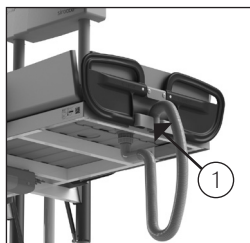

Abbildung 8 Wasserableitung.
Das Wasser aus der Sirocco Basic / Sirocco Deluxe wird über den Abflussschlauch in einen Abfluss geleitet. Nehmen Sie dazu den Schlauch aus der Aussparung (1) und führen Sie ihn zum tiefst möglichen Abflusspunkt (Siehe Abbildung 8). Klemmen Sie den Schlauch während des Transports immer in die Aussparung der Bodenplatte, um ein Auslaufen und Tropfen zu verhindern.